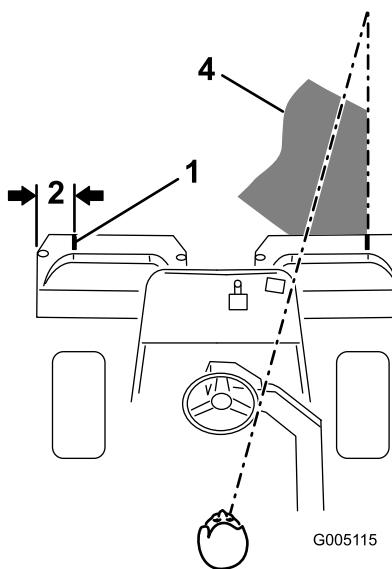
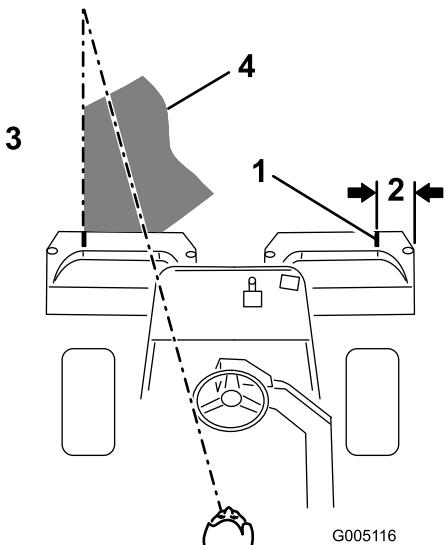

Figura 39
Figura 40
ciascun cestello, parallela al bordo esterno del cestello stesso (Figura 39).
3. Durante le passate di ritorno sovrapponete uno spazio minimo alla falciatura precedente. Per tosare in linea retta il green e mantenere la macchina alla medesima distanza dal bordo della falciatura precedente, immaginate una linea da 1,8-3 m circa davanti alla macchina fino al bordo della sezione di green da tosare (Figura 39 e Figura 40). Potrebbe essere utile includere nella linea di collimazione il bordo esterno del volante, vale a dire, tenere allineato il bordo del volante con un punto che si trovi sempre alla stessa distanza dalla parte anteriore della macchina (Figura 39 e Figura 40).